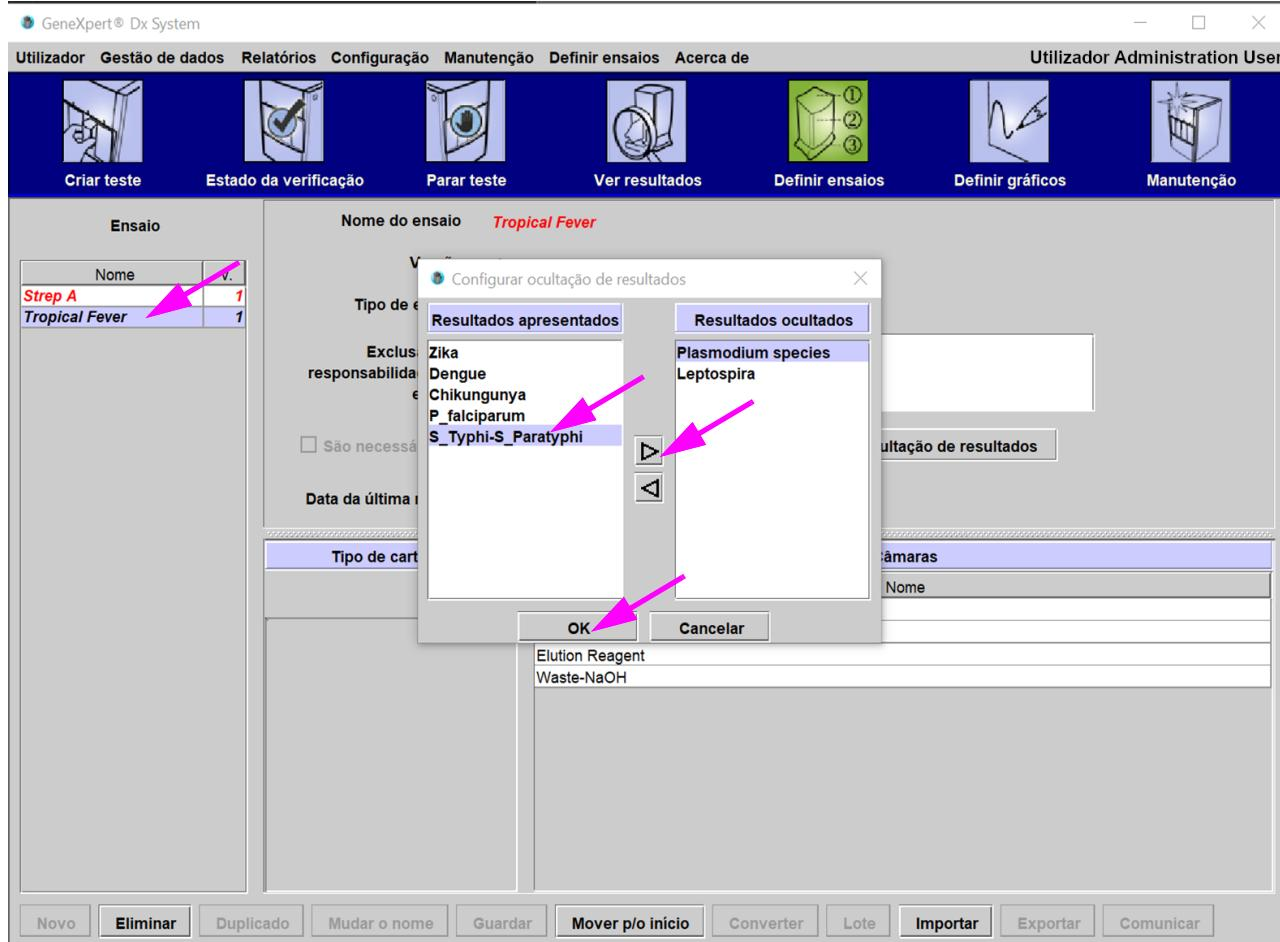

Figura 5-28. Ecrã “Definir testes” (Define Assays Screen) com sobreposição de “Configurar ocultação de testes” (Configure Results Masking Overlay)
O ecrã “Definir testes” (Define Assays) apresenta (consulte figura 5-28).
3. Clique em **Configurar ocultação de resultados (Configure Results Masking)** (consulte a figura 5-28).
4. É apresentada a sobreposição de “Configurar ocultação de testes” (Configure Results Masking) (consulte a figura 5-28). A sobreposição de “Configurar ocultação de resultados” (Configure Result Masking) inclui duas colunas, Resultados apresentados (Displayed Results) e Resultados ocultados (Masked Results). Todos os resultados na coluna “Resultados apresentados” (Displayed Results) serão apresentados nos resultados finais dos testes. Os resultados na “Coluna ocultada” (Masked Column) não serão apresentados no resultado final do teste.